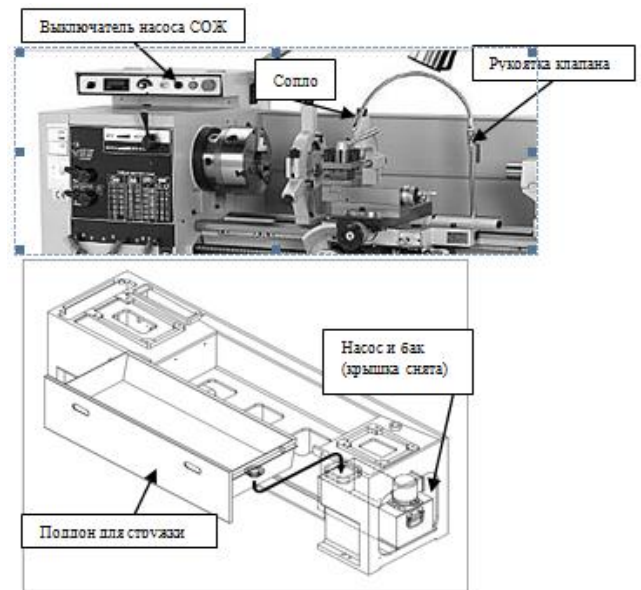
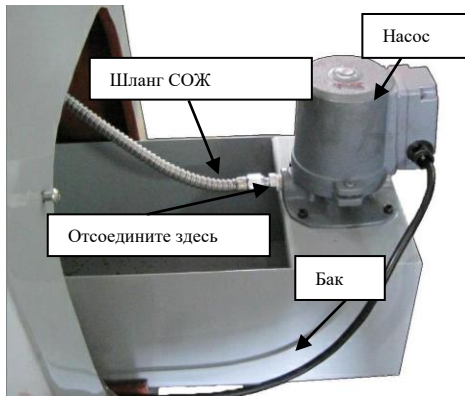

Рис. 84. Система подачи СОЖ, узлы и их расположение
Рис.85. Насос и бак СОЖ.
тролирует поток СОЖ в рабочей зоне. Когда клапан открыт или закрыт, жидкость выходит из сопла и стекает через поддон для стружки в сточный лоток и затем в бак, где снова затягивается насосом. На рис. 84 показаны многие из узлов системы и их расположение. Несмотря на то, что большинство стружки от операций обработки попадает в поддон для стружки и остается там, иногда мелкая стружка смывается в бак. Насос использует сетчатый фильтр, чтобы предотвратить их захват.
5. Снимите крышку, как показано на рис. 84, и выдвиньте бак наполовину из корпуса, как показано на рис. 85.